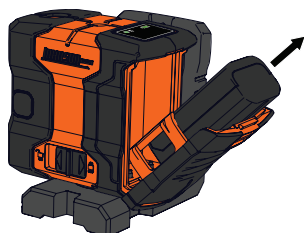

Figure 3
3. Retirer le boîtier à pile du compartiment à piles. (Figure 3)
1. Si une pile Li-ion est insérée dans l'appareil, ouvrir le compartiment de la pile comme décrit précédemment. (Figure 1 - Figure 3)